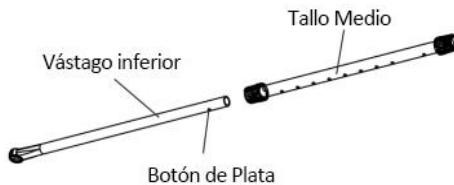

Figura 3
2. Aflojar LOCK NUT del vástagos mediano, presionar el botón plata del vástagos inferior, insertar en el vástagos mediano(ver figura 3)